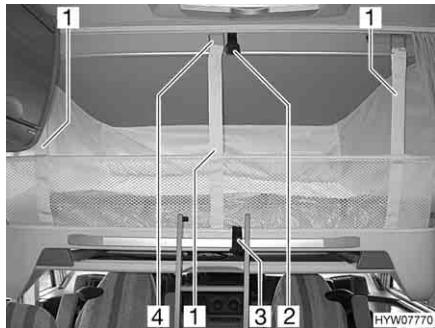

Fig. 97 Letto basculante con rete protettiva montata
- Staccare la cintura di ritegno (Fig. 97,3).
- Staccare le cinture di ritegno (Fig. 97,1) e sistemare la rete protettiva sotto il materasso.
- Assicurare il letto basculante al soffitto (Fig. 97,2) mediante la cintura di ritegno (Fig. 97,3).
- Aggiungere la cintura di ritegno (Fig. 97,1) ai ganci (Fig. 97,4) del soffitto.